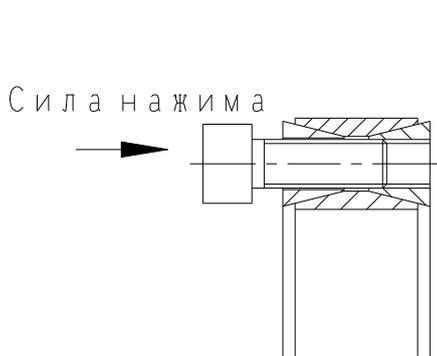

Рис. 5: Ослабление заднего нажимного кольца
- Если заднее нажимное кольцо не ослабляется, его можно ослабить при воздействии давления или лёгким ударом на головки винтов (см. рис. 5).